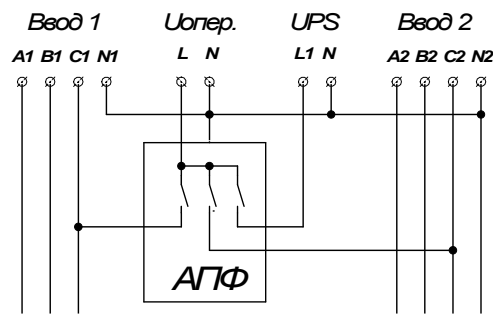

Рис.10 Схема получения оперативного питания с использованием АПФ и UPS
- 5.2.4. Схема получения оперативного питания с использованием автоматического переключателя фаз (АПФ) и UPS. Пример схемы изображен на рис. 10. Это наиболее надежное и эффективное решение.